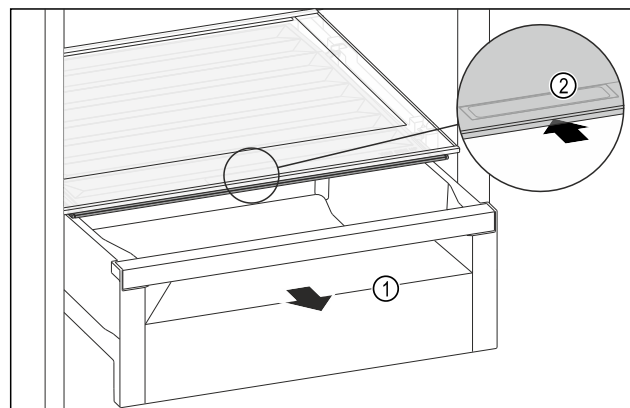

Fig. 138
- Tërhiqni jashtë sirtarin Fig. 138 (1).
- Kapni dorezën e futur Fig. 138 (2) në kapakun e ndarjes dhe në të njëjtën kohë shtyni për prapa kapakun e ndarjes.